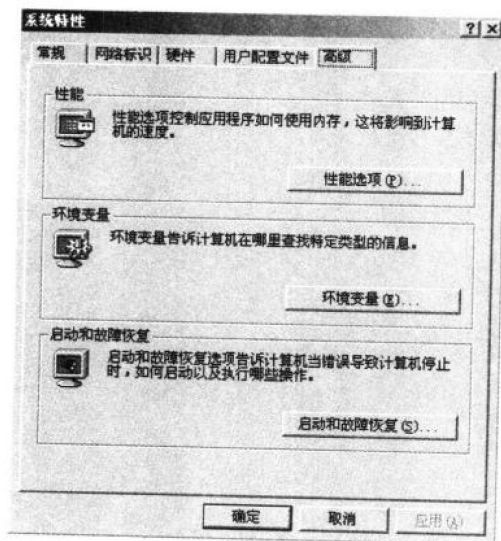

图 1-1 【系统特性】|【高级】选项卡
- (1) 在 Windows 2000 中，单击【开始】菜单中的【设置】|【控制面板】项，其打开控制面板。
- (2) 单击【控制面板】中的【系统】选项，打开【系统特性】对话框，进入到【高级】选项卡，如图 1-1 所示。